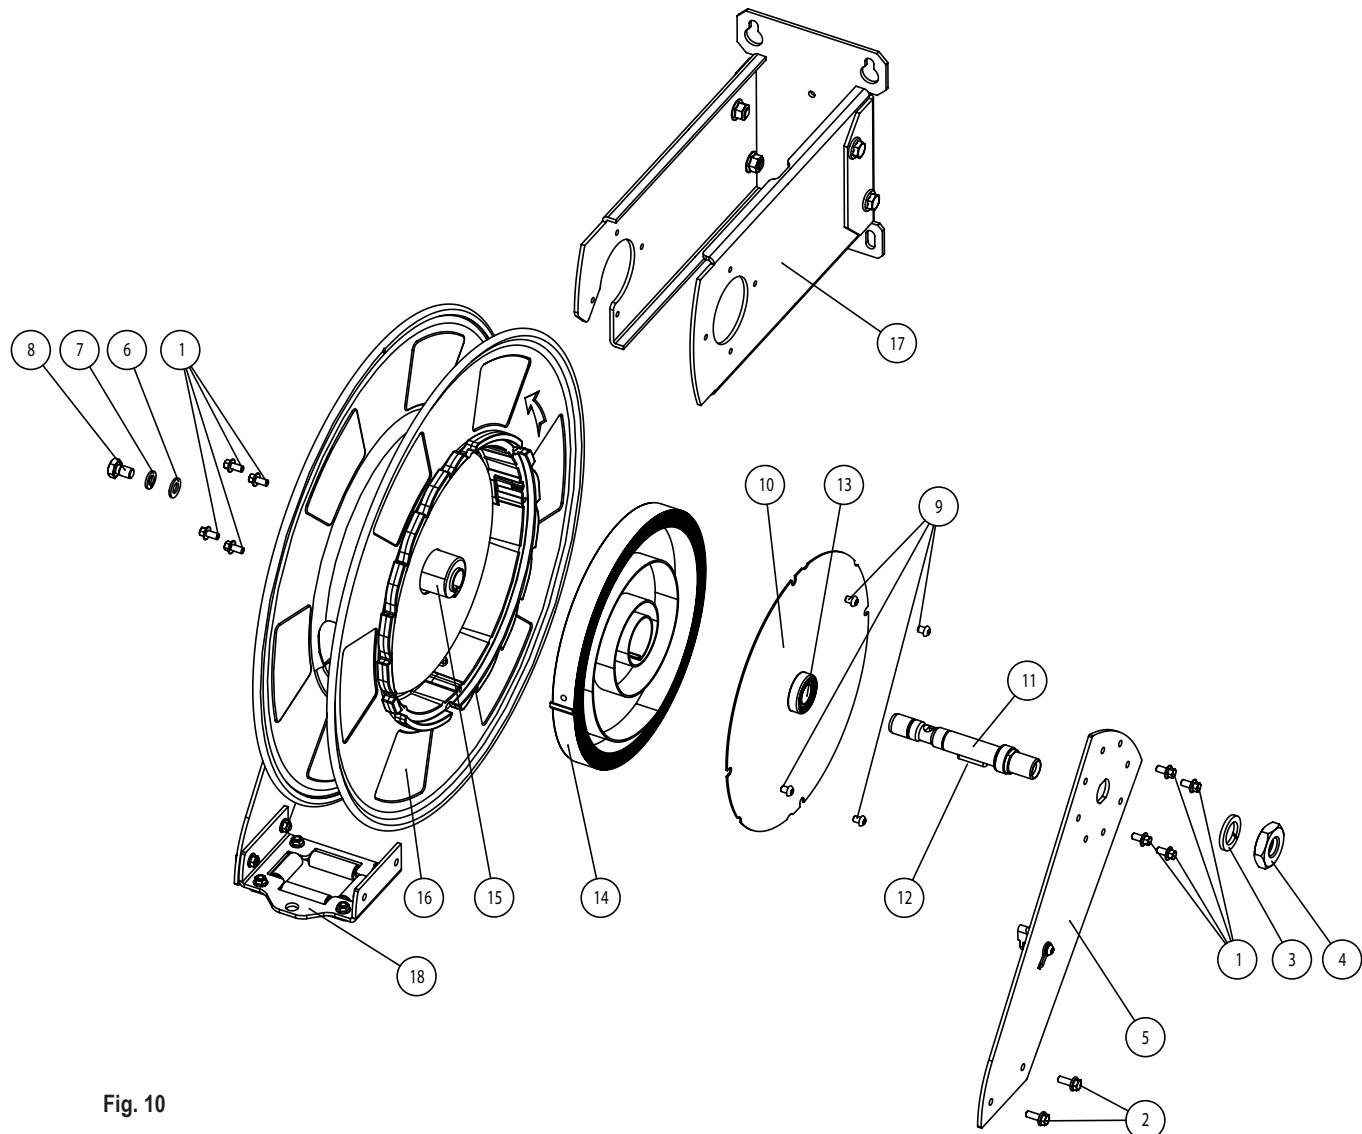

Fig. 10
5. Remove the upper arm (5) (fig. 10) with the ratchet assembled on it, by loosening the screws, nuts, and washers (1, 2, 3, 4, 6, 7 & 8). The spool will be disassembled from the hose reel.
6. With the spool lying flat, remove the screws (9).
7. Carefully lift up the power spring cover (10) which will come out with the shaft, the key, and the bearing, (11, 12, & 13) all together. Be careful to avoid remove the spring fixation (15) which could be slightly held to the power spring.
5. Montera bort armen (5) (fig. 10) genom att lossa på skruvar, muttrar och brickor (1, 2, 3, 4, 6, 7 och 8) utan att demontera spärren. Nu är trumman helt lös.
6. Lägg trumman ner och skruva loss skruvarna (9).
7. Avlägsna försiktigt locket (10) som även tar med sig axeln, kilen och kullagret (11, 12 och 13). Var försiktig så att inte fläderfästet (15) inte följer med, som sitter lätt fast vid fjädern.
5. Desmonte el brazo (5) (fig. 10) con el trinquete montado sobre él. Para ello desenrosque los tornillos y tuercas con sus arandelas (1, 2, 3, 4, 6, 7, y 8). El tambor quedará suelto.
6. Retire el tambor de la base del enrollador y desenrosque los tornillos (9).
7. Extraiga con cuidado la tapa (10) que saldrá junto con el eje, su chaveta y el rodamiento (11, 12 y 13). Cuidado de no extraer la fijación resorte (15) que estará ligeramente sujetada al centro del resorte.